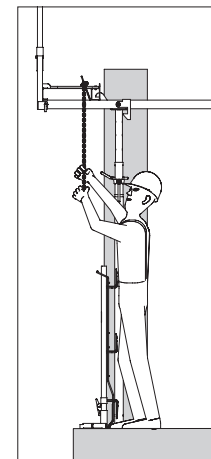

Fig. A9.24
4. Abbassare l'attrezzatura di sollevamento della gru e sganciarla operando dall'area di montaggio (vedere dettaglio). (Fig. A9.24)